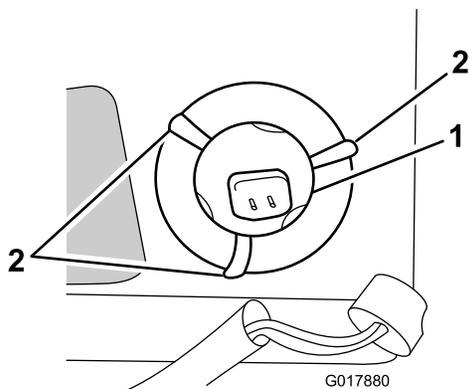

Figura 31
7. Doble las pestañas de alambre del manguito metálico (que sujeta la lámpara) para que no estorben; consulte Figura 31.